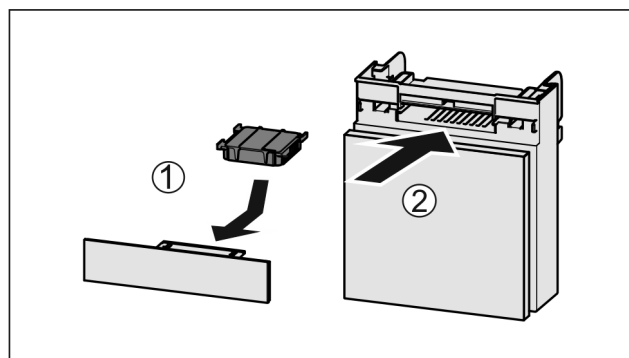

Fig. 144
- ▶ Filtr s aktivním uhlím vložte podle vyobrazení Fig. 144 (1).
- ▶ Zásuvku zasuňte Fig. 144 (2).